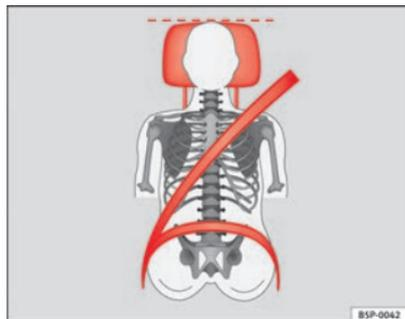

Fig. 12 Faixa do cinto de segurança e do encosto de cabeça regulados correctamente, vistos de frente
- A faixa superior do cinto de segurança tem de passar sensivelmente por cima do meio do ombro e nunca por cima do pescoço ou do braço. O cinto de segurança tem de ficar bem cingido ao tronco do ocupante ⇒ Fig. 12.